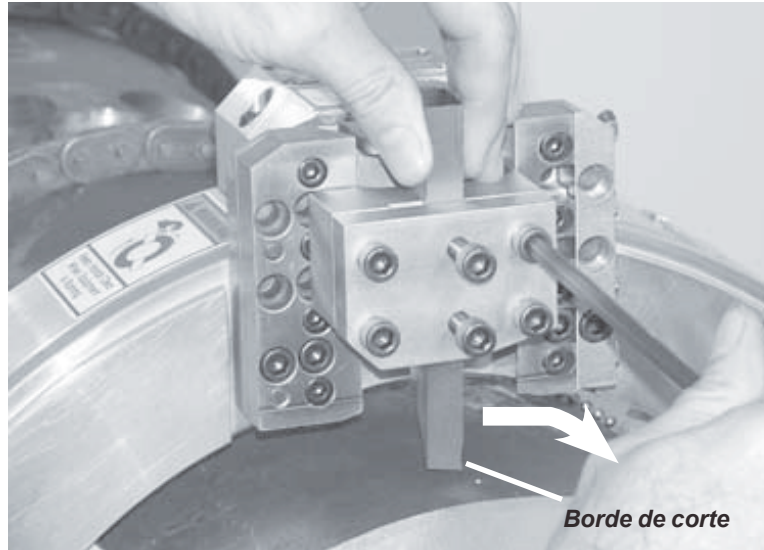

Figura 5-31. Inserte la herramienta de biselado en el portaherramientas con el borde de corte en la dirección de rotación.
- 5.** Inserte la herramienta de biselado con el borde de corte en la dirección de rotación, como se muestra en Figura 5-31.